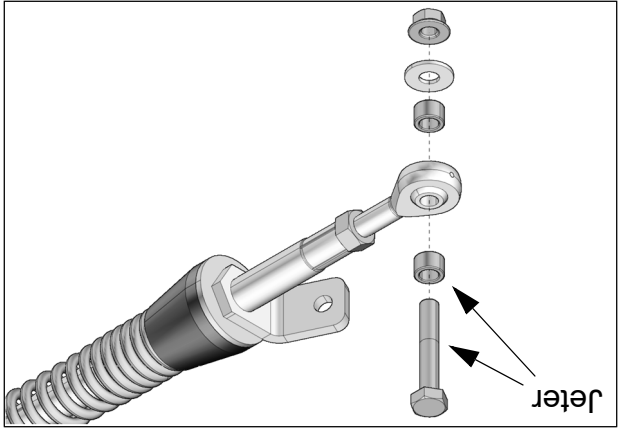

Fig. 3
4. Enlever les boulons, les rondelles et les espaceurs des rotules des bras stabilisateurs des systèmes arrière. Rejeter du groupe de pièces les 2 boulons M10x60 mm et deux des espaceurs. Voir la Fig. 3